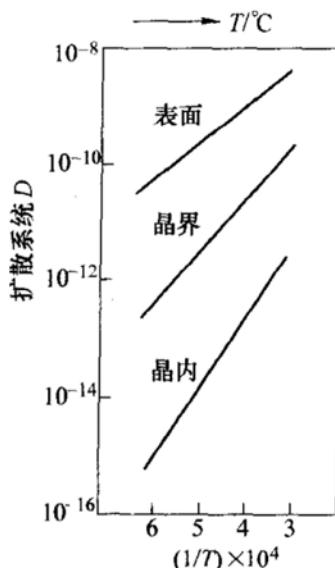

图 10-3 第六题第 2 小题图
- 图 10-3 为测出的钛在不同温度及以不同方式扩散时扩散系数与温度的关系，从该实验数据图中能得出哪些信息？